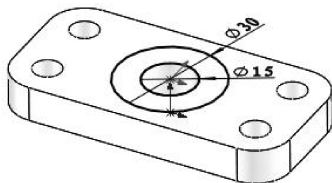

图 3-11 绘制两个同心圆
- 单击 按钮，绘制如图 3-11 所示的同心圆。单击【退出草图】按钮 ，退出草绘环境。